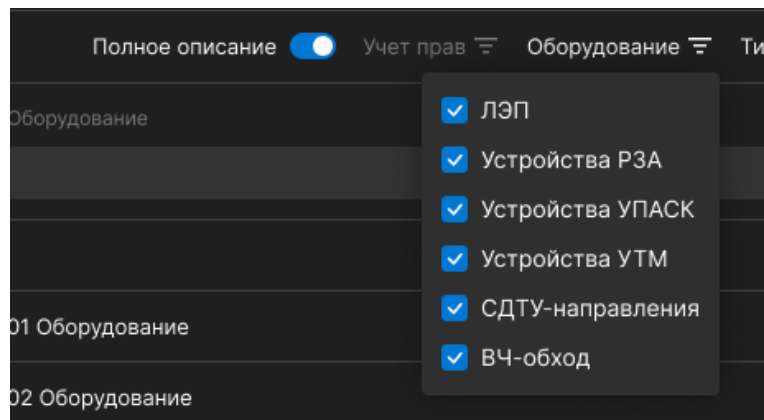

Рисунок 5.96 Фильтр в результатах расчета по типу оборудования
- типу оборудования (Рисунок 5.96). Настойка фильтра сохраняется и передается при входе в следующую сессию;